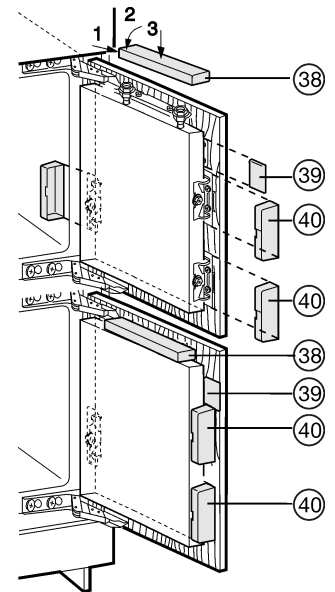

Fig. 27
► Coloque y encaje las cubiertas Fig. 27 (38) superiores.
► Coloque las cubiertas laterales Fig. 27 (39), desplácelas hasta el tope y presione hasta que encajen de forma perceptible.
► Desplace lateralmente las cubiertas Fig. 27 (40) y tire hacia delante con un destornillador para que encajen.